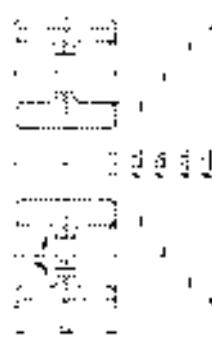

图 8-134 无公差尺寸标注
2) 线性标注无公差尺寸。单击“标注”工具栏中的“线性”按钮 $\text{L}$ ，标注同心圆使用特殊符号“%%C”表示 $\phi$ ，如“%%C100”表示 $\phi 100$ ；标注其他无公差尺寸，如图 8-134 所示。